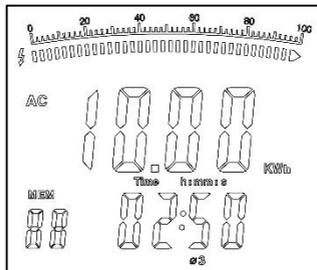

Figure 21
4. Appuyez sur la touche SEL pour sélectionner une des trois phases, voir la figure 21.